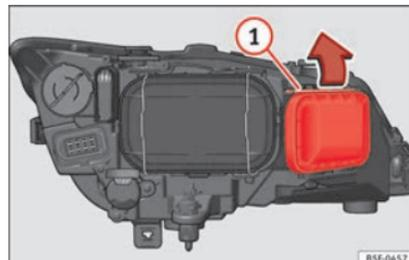

Abb. 106 Glühlampe für Blinklicht
- Verschieben Sie die Strebe » **Abb. 106** ① in Pfeilrichtung und nehmen Sie die Abdeckung ab.